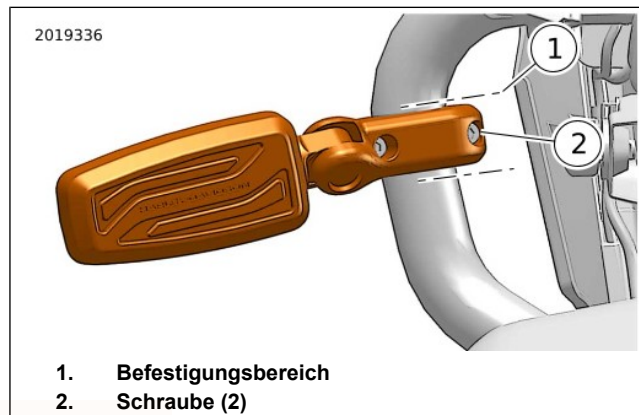

Abbildung 80. Highway-Fußraste (linke Seite)
1. Siehe Abbildung 80. Die Schrauben (2) lösen.